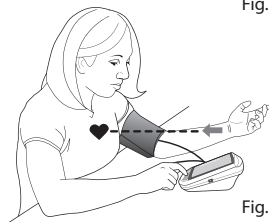

Fig. 2
3. Su codo debe descansar en una superficie sólida, con la palma de la mano hacia arriba. Eleve el brazo, de manera tal que el brazalete y su corazón se encuentren alineados, Fig. 2. Deje su mano izquierda relajada.